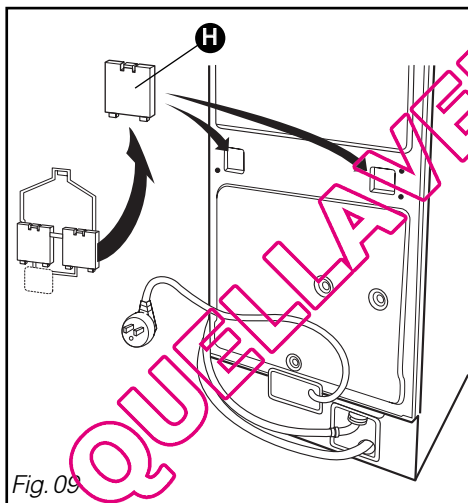

Fig. 09
- Bouchez les trous laissés par la bride à l'aide des 2 caches restants **H** (Fig. 09) et revissez les 4 vis **E** à leur emplacement d'origine dans la carrosserie.